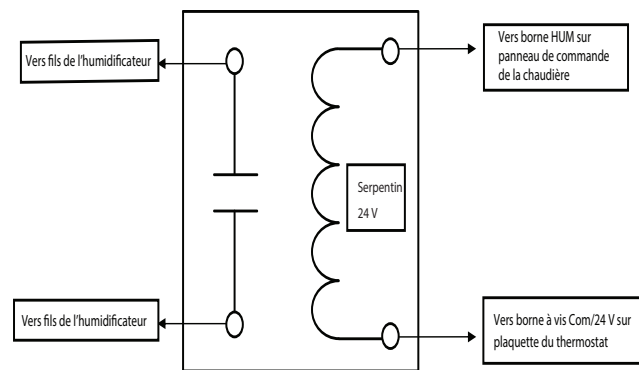

Fig. 37 – Relais d'isolation pour humidificateurs, fourni sur place, avec bloc d'alimentation interne
**REMARQUE:** Si l'humidificateur possède sa propre alimentation de 24 V c.a., un relais d'isolation pourrait être requis. Branchez la bobine 24 V c.a. du relais d'isolation à la borne à vis HUM et COM/24 V, située sur la plaquette du thermostat du panneau de commande. Voir la Fig. 37.